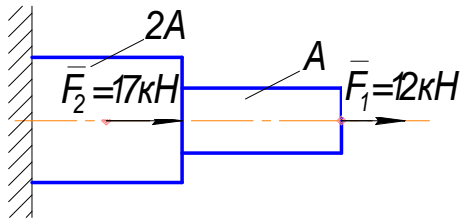

Рис.2.3
2.7. Для заданного стального бруса определить требуемую площадь поперечного сечения, если $[\sigma] = 160 \text{ МПа}$. Сохранить конструктивную форму бруса (рис.2.3.).